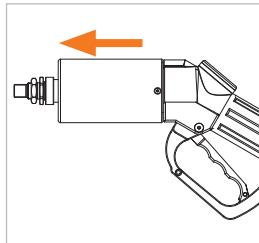

Abbildung 10
- ▶ Stecken Sie die Füllkupplung bis zum Anschlag auf den Tanknippel im Fahrzeug auf und halten Sie die Kupplung in dieser Position (OFF-Stellung) (*Abbildung 10*).